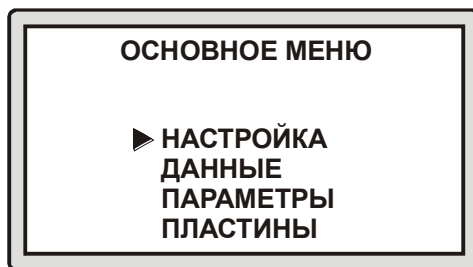

Рис. 7. Основное меню структуроскопа магнитного МС-10
7.1.1 Для входа в основное меню структуроскопа необходимо нажать кнопку «✕». Внешний вид экрана основного меню приведен на рис.7.